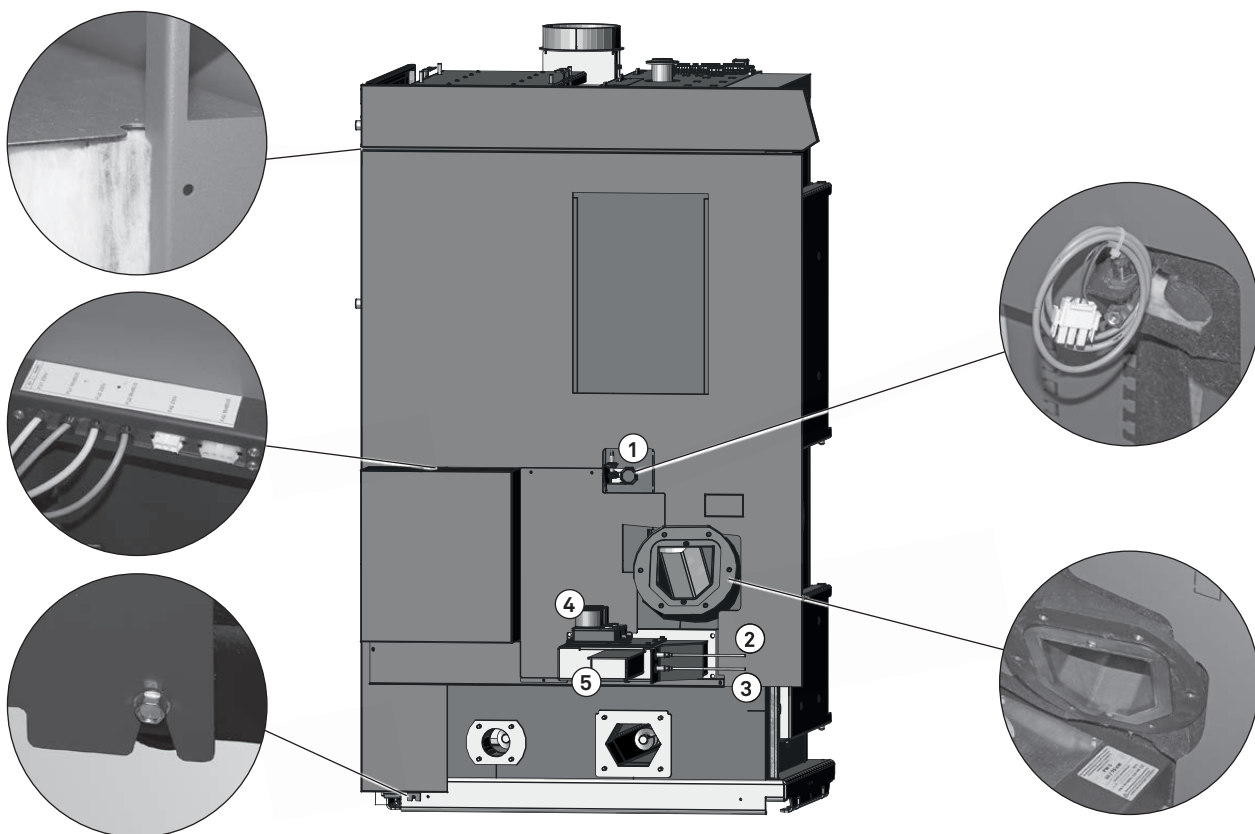

Fig. 29 Montare la parete laterale a sinistra (illustrazione PuroWIN PWPE 60)
- ▶ Agganciare la parete laterale sinistra alla vite in basso sul retro, facendo attenzione che il rivestimento si trovi dietro la consolle di collegamento, l'interruttore di prossimità Levelcontrol [3] e la flangia – Fig. 29.